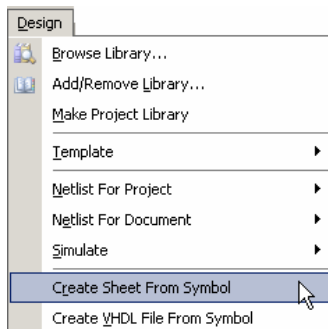

图 4.11 选择“Design”->“Creat Sheet From Symbol”命令
(23) 在主菜单中选择“Design”->“Creat Sheet From Symbol”命令，如图 4.11 所示。